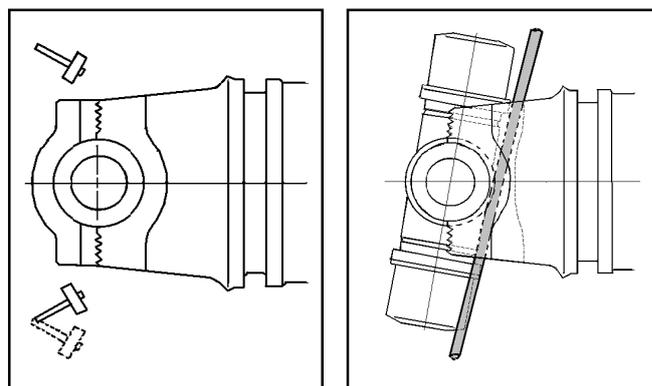

図12 クロスキット部(クロス・ベアリング)の分解
(2) 190シリーズ、Pシリーズ (図12)
- ① キャップボルトの回り止めとキャップボルトを外します。
- ② ベアリングキャップの両側面をプラスチックハンマーで交互に叩いてキャップを外して下さい。この時、ヨークとキャップの合せ面やベアリングのアウターレースを叩かないようご注意ください。
- ③ ヨークとクロス間にバーを入れて軽く押し上げると、クロスキットをヨークから取外すことができます。この時クロスキットが落下しない様注意して下さい。
- ④ 他端のクロスキット部(クロス・ベアリング)についても、以上の作業を繰り返して下さい。